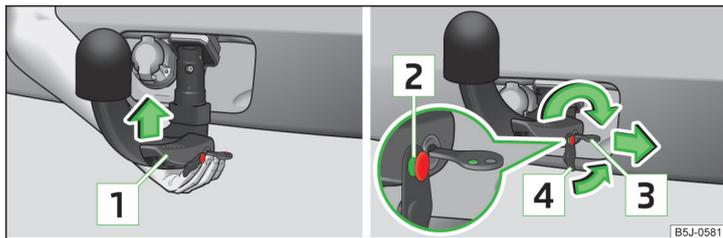

Fig. 126 Colocar la barra de cabeza esférica / bloquear el cierre y poner la tapa de cerradura.
- Agarrar la barra de cabeza esférica desde abajo » fig. 126 y encajarla en la cavidad del alojamiento hasta que encastre de forma audible » !.
La palanca de operación [1] » fig. 126 se gira automáticamente hacia arriba y el perno de desbloqueo [2] sale hacia fuera (su parte roja y verde es visible) » !.
- Colocar la tapa [4] » fig. 126 en el cierre en el sentido de la flecha » !.